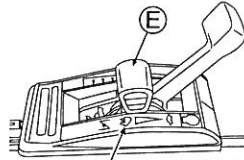

Abb. 1.
- 2 Stellen Sie den Gashebel (E) auf "STOP", um mit dem Mähen zu beginnen. (Siehe Abb. 1.)